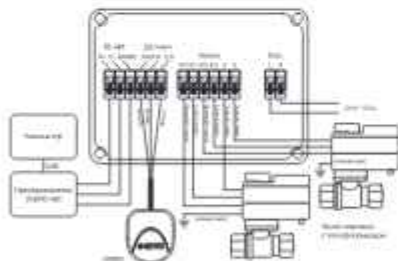

Рис. 3. Схема подключения датчиков контроля протечки и кранов шаровых с электроприводом к модулю управления
2. Выполните соединения проводов в соответствии со схемой подключения, в зависимости от того, какие краны с электроприводом вы используете (рис. 3);